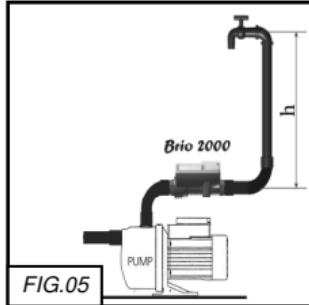

FIG.05
Installare l'apparecchio, in posizione verticale od orizzontale, in un qualsiasi punto posto tra la mandata della pompa ed il primo utilizzo in modo che la direzione della freccia posta sul coperchio corrisponda alla direzione del fluido nella tubazione (Fig. 05) . Assicurarsi della perfetta tenuta stagna delle connessioni idrauliche. Nel caso si utilizzi una pompa con pressione massima superiore a 10 bar è necessario installare un riduttore di pressione in ingresso all'apparecchio o un dispositivo meccanico di limitazione della pressione tarato a 10 bar.
- 1) Se il rubinetto d'utilizzo più elevato è situato a più di 15 metri al di sopra del Brio 2000 (Fig. 05 – Hmax: 30 mt)